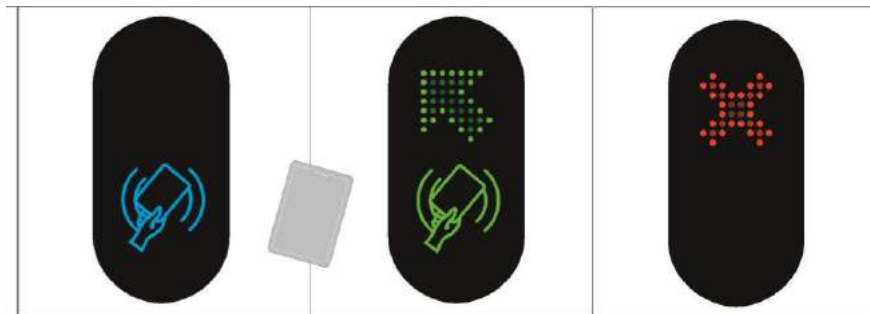

Рис. 6 - Отображения статуса турникета на индикации
1.4.2.2 Статус турникета отображает плата индикации **4** вмонтированная в каркас калитки. Светящаяся синяя индикация (Рис. 6) означает исходное состояние турникета. При попытке несанкционированного прохода красная индикация начинает мигать, включается звуковой сигнал на пульте управления. При поступлении команды открыться, индикация изменяется на зеленую со стороны разрешенного прохода. Если попытка несанкционированного прохода происходит при открытых поворотных панелях **10**, то панели закроются, если в зоне поворота панелей нет никаких препятствий.